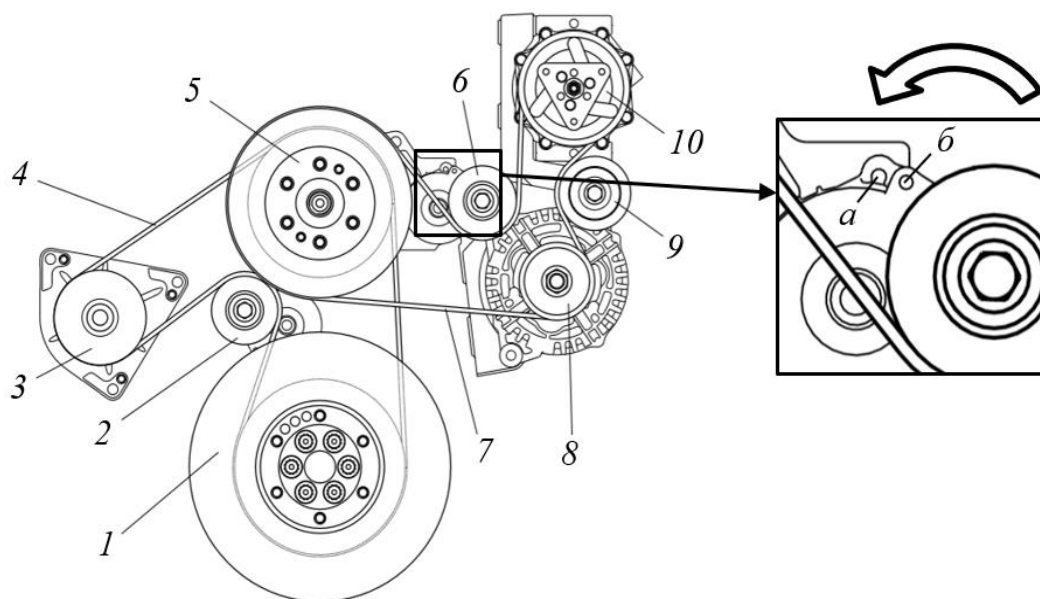

Рисунок 3.31. Ременный привод агрегатов двигателя
На рис. 3.31 представлена схема расположения ремней навесных агрегатов с исполнением, включающим компрессор кондиционера.
► Сжать пружину системы автоматического натяжения ремней поворотом ролика относительно неподвижного корпуса против часовой стрелки (показано стрелкой) до совмещения отверстий *a* и *б* рис. 3.31.